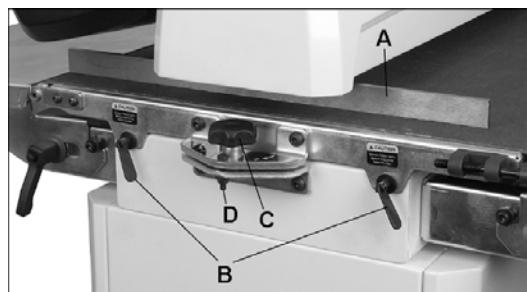

Рис. 7-4: выравнивание барабана
3. Установите линейку между барабаном и столом транспортера с внешней стороны барабана (A, Рис. 7-4).
3. Если в месте нахлеста при шлифовании видна борозда, ослабьте обе запорные ручки стола (B, Рис. 7-4) и немного опустите внешнюю сторону стола с помощью ручки (C).
Примечание: при обработке узкой заготовки (шириной менее 560 мм на станке модели JWDS-2244 или менее 635 мм на станке модели JWDS-2550) верните стол транспортера в положение, параллельное шлифовальному барабану. Поворачивайте ручку в противоположном направлении до касания со стопорной гайкой (D, Рис. 7-4). Стопорная гайка является упором для установки параллельности стола.